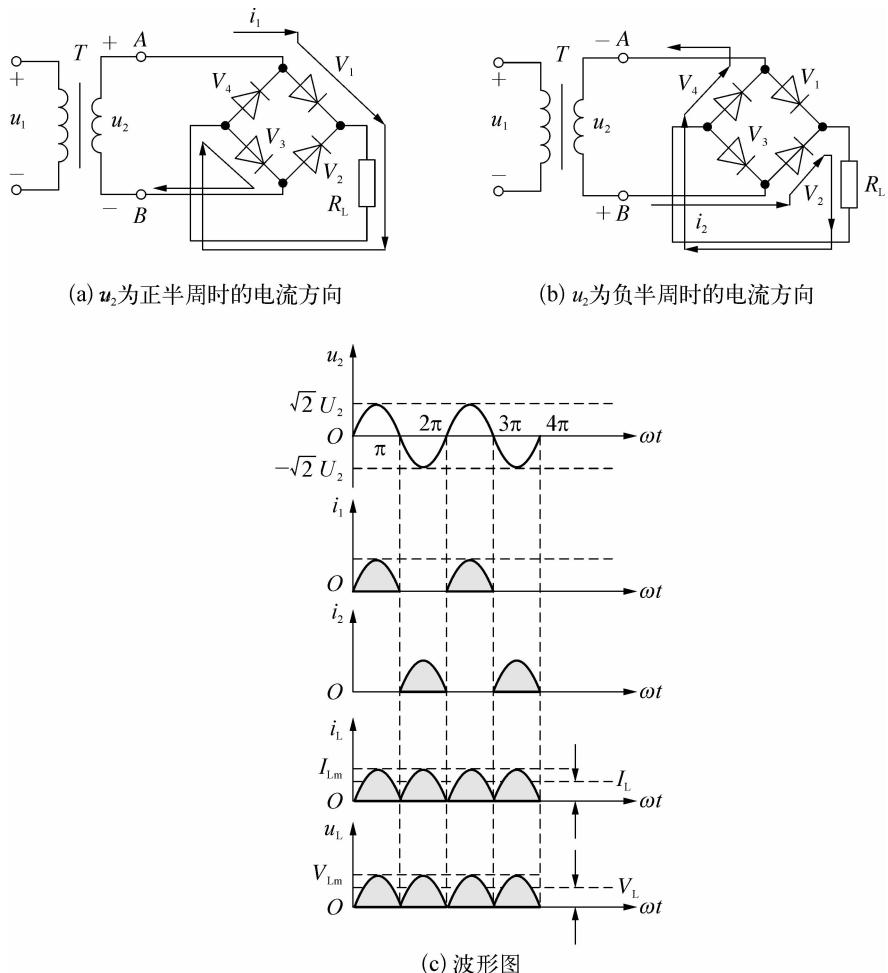

图 1-1-10 桥式整流电路
桥式整流电路如图 1-1-10(a) 所示。 $V_1 - V_4$ 为整流二极管, 电路为桥式结构。
(1) u_2 正半周时,如图 1-1-10(a)所示,A 点电位高于 B 点电位,则 V_1 、 V_3 导通(V_2 、 V_4 截止), i_1 自上而下流过负载 R_L 。
(2) u_2 负半周时,如图 1-1-10(b)所示,A 点电位低于 B 点电位,则 V_2 、 V_4 导通(V_1 、 V_3 截止), i_2 自上而下流过负载 R_L 。
由波形图 1-1-10(c)可见, u_2 一周期内,两组整流二极管轮流导通产生的单方向电流 i_1 和 i_2 叠加形成了 i_L 。于是负载得到全波脉动直流电压 u_L 。